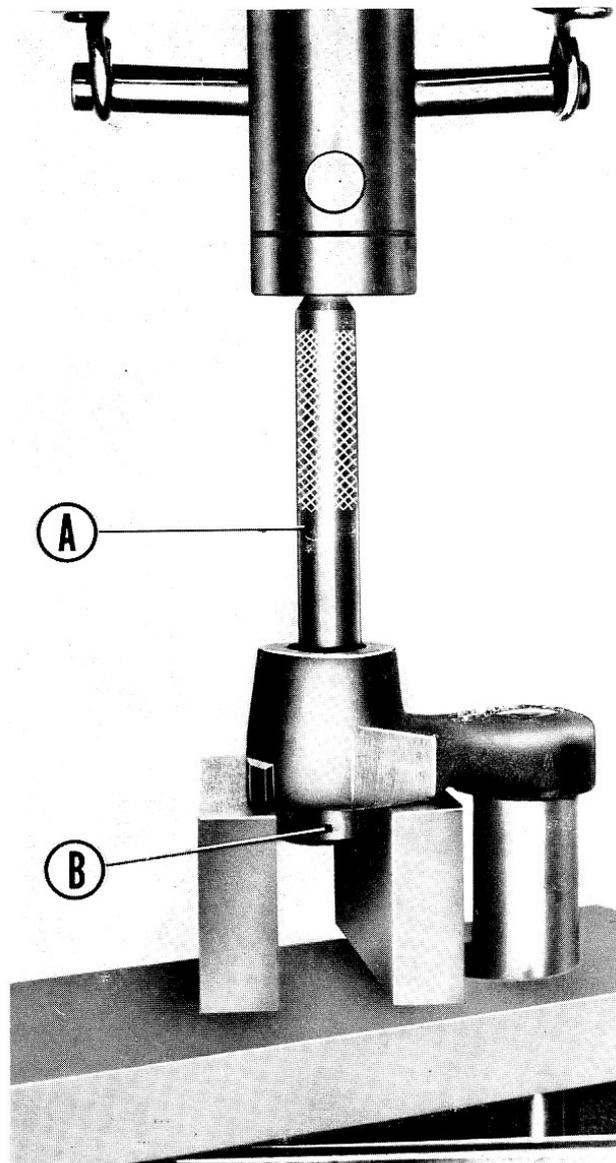

Fig. 7
- 3° Actionner la presse jusqu'à extraction complète de la cage de roulement, de ses aiguilles et de sa pastille d'appui des aiguilles de roulement (fig. 7).